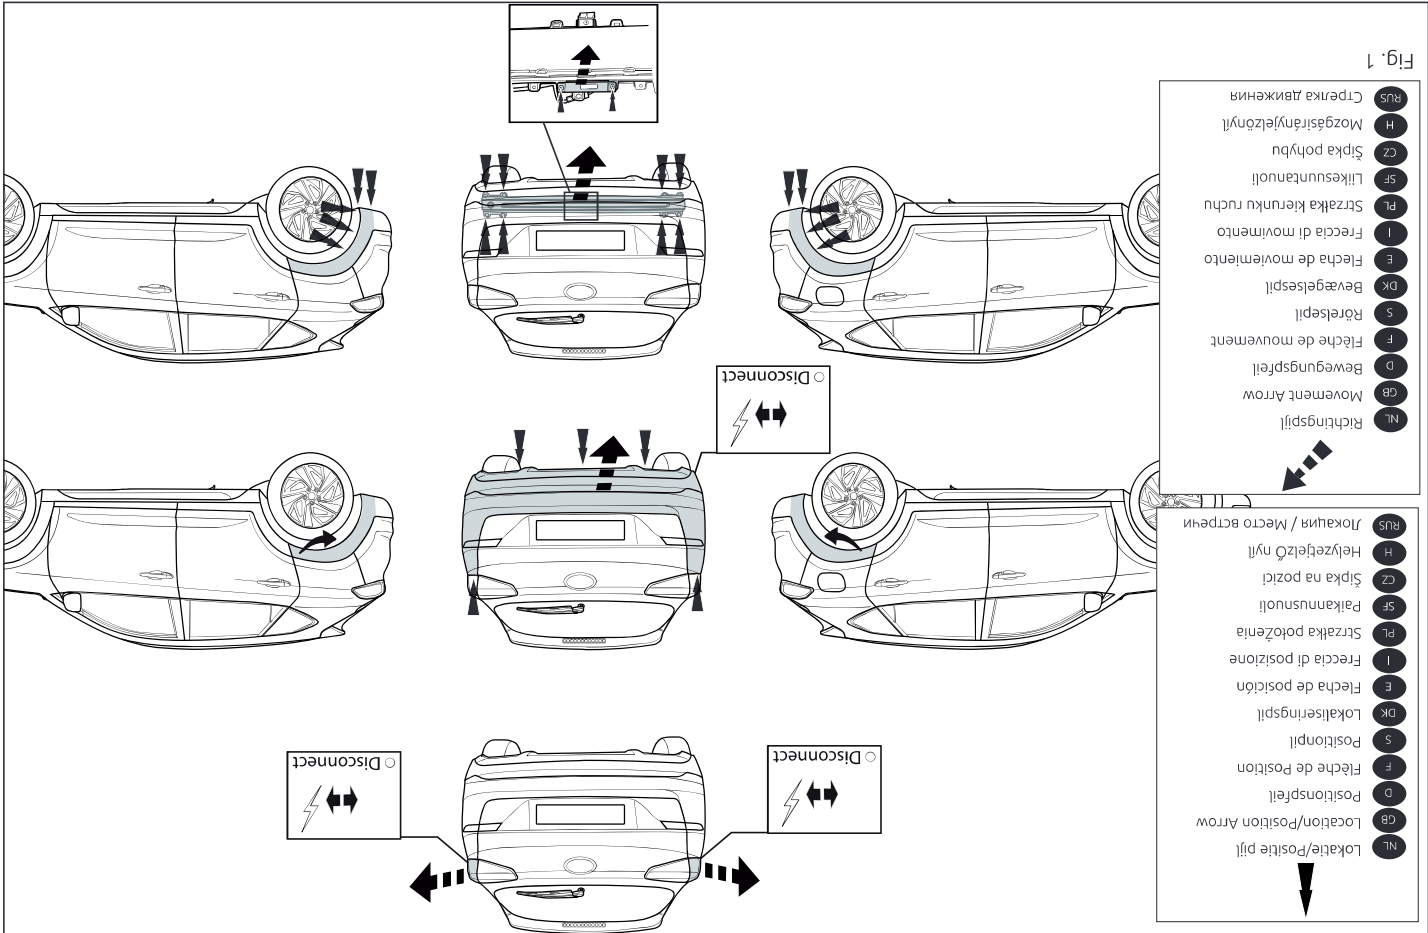

Fig. 1
- Die Rücklichter abmontieren. Die Stoßstange einschließlich den Stoßbalken vom Fahrzeug abmontieren. Der Stoßbalken wird nicht mehr benötigt. Die Antenne abmontieren. Siehe Abbildung 1.
1. Démontez les feux arrière. Déposez le pare-chocs du véhicule y compris la traverse; la traverse ne sera plus utilisée. Démontez l'antenne. Voir la figure 1.
1. Demontér baglysenhederne. Demontér kofangeren, inklusive køretøjets stødbjælke. Denne bliver overflødig. Demontér antennen. Se fig. 1.
- Снять оба блока задних фар. Снять бампер вместе со буферным брусом автомобиля. Буферный брус больше не понадобится. Демонтируйте антенну. См. рисунок 1.